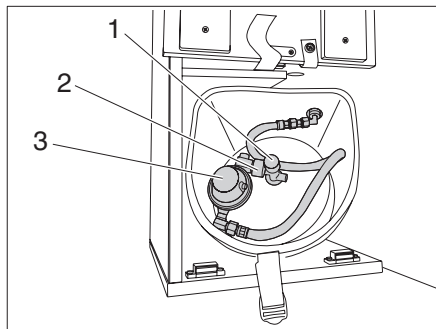

Fig. 60 Conexión de la bombonas de gas
- ▶ Cerrar la llave de paso principal (Fig. 60,1) de la bombona de gas. Observar el sentido de la flecha.
- ▶ Retener el regulador de presión de gas (Fig. 60,3) y abrir la tuerca moleteada (Fig. 60,2) (rosca a la izquierda).
- ▶ Acoplar el regulador de presión de gas (Fig. 60,3) con goma del gas a la bombona de gas y apretar la tuerca moleteada (Fig. 60,2) con la mano (rosca a la izquierda).